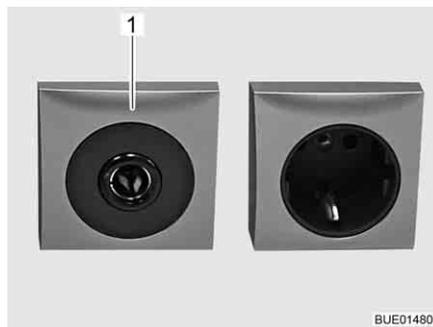

Fig. 147 Caja de enchufe 12 V/10 A
- ▷ Conectar únicamente aparatos con máximamente 10 A a las cajas de enchufe (Fig. 147,1) de la red de a bordo de 12 V.